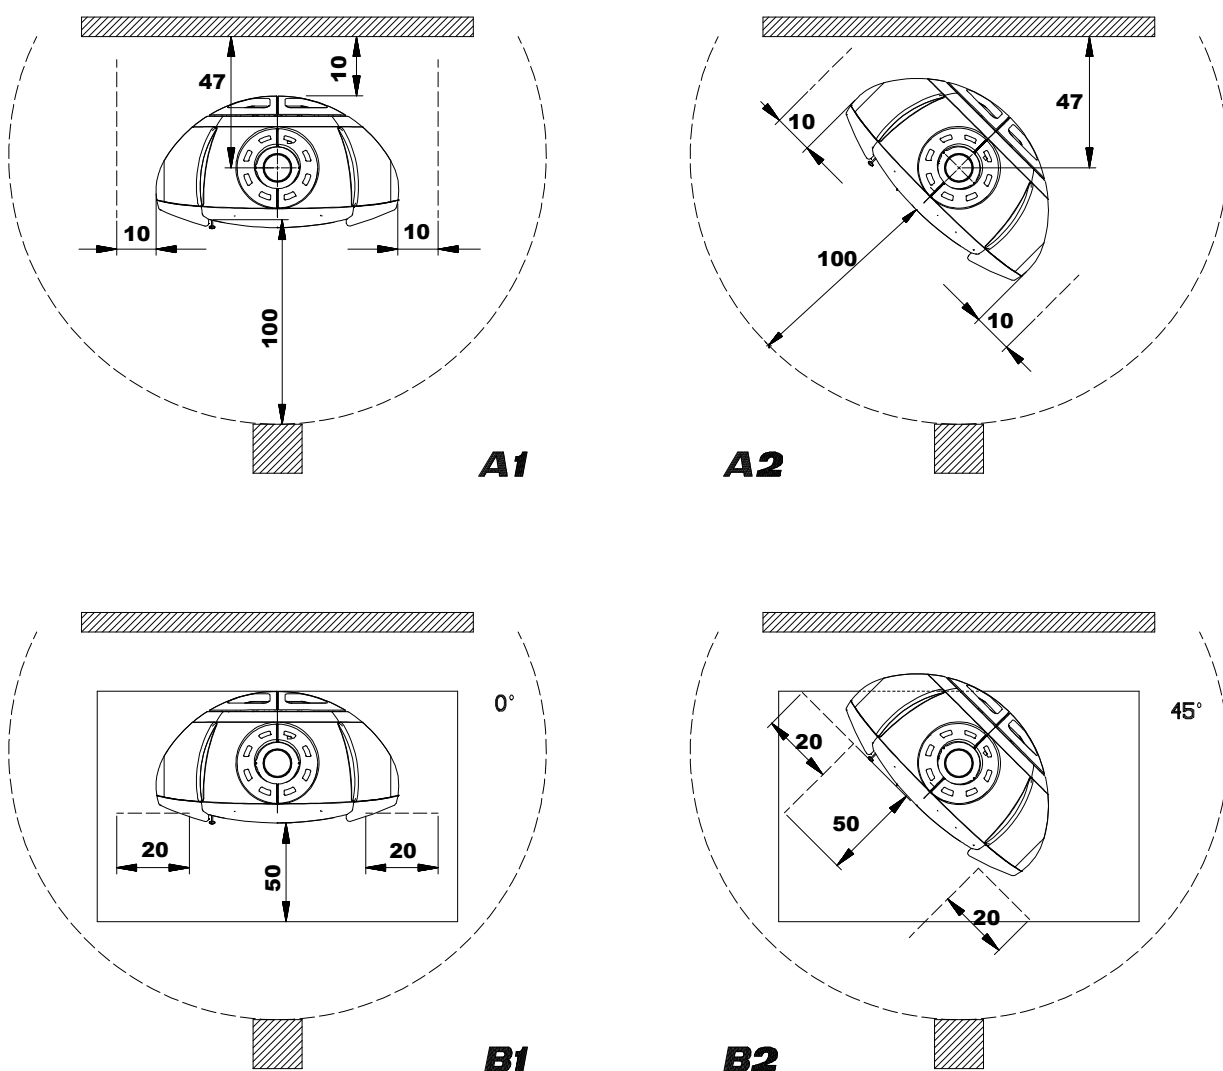

Figura 2
- Al fine di assicurare un sufficiente isolamento termico, rispettare la distanza minima di sicurezza dal retro e da entrambi i lati da elementi costruttivi ed oggetti infiammabili e sensibili al calore (mobili, rivestimenti di legno, stoffe ecc.) (vedi Figura 2 **A1 A2**). **Tutte le distanze minime di sicurezza sono indicate sulla targhetta tecnica del prodotto e NON si deve scendere al di sotto dei valori indicati.**
- qualora il prodotto venga installato su un pavimento di materiale infiammabile, bisogna prevedere un sottofondo ignifugo. **I pavimenti in materiale infiammabile**, come moquette, parquet o sughero etc., **devono essere sostituiti** da uno strato di materiale non infiammabile, ad esempio ceramica, pietra, vetro o acciaio etc. (dimensioni secondo l'ordinamento regionale). Il sottofondo deve sporgere frontalmente di almeno **50cm** e lateralmente di almeno **20cm** oltre all'apertura della porta di carico, tenendo conto anche della possibilità di rotazione della stufa .(vedi Figura 2 **B1 B2**)